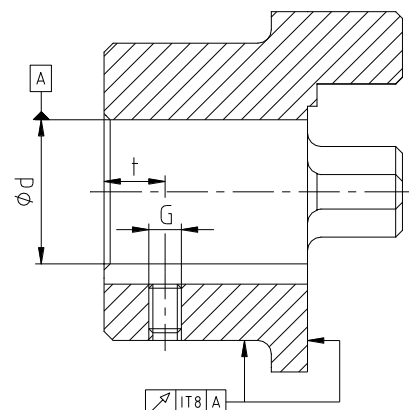

Fig. 9 : Concentricité et perpendicularité
- Si le client réalise l'alésage du moyeu, il faut qu'il respecte précisément concentricité et perpendicularité (fig. 9).